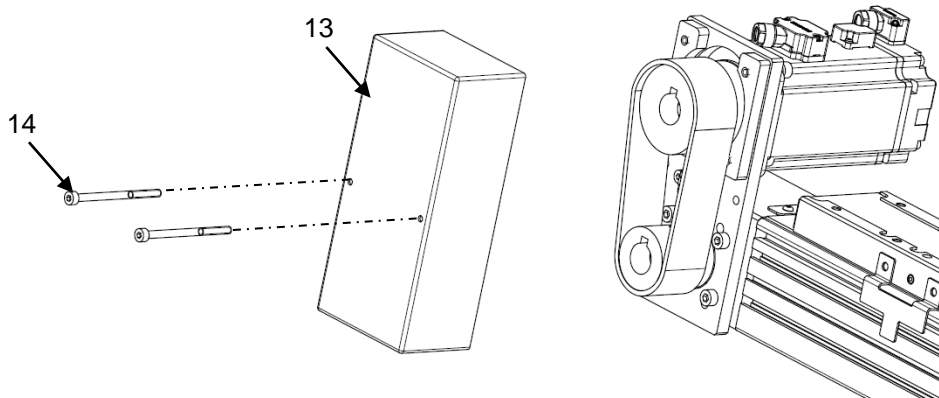

Рисунок 14 – Установка крышки монтажного комплекта
- 5) Установите крышку монтажного комплекта (поз. 14) с помощью винтов (поз. 15) (см. рисунок 14).